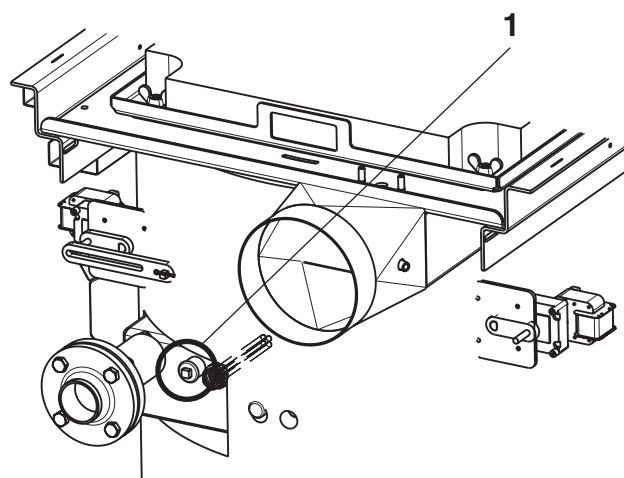

Fig. 21
- va montato un dispositivo di sicurezza termica (posizione della boccola ad immersione (1, Fig. 21).